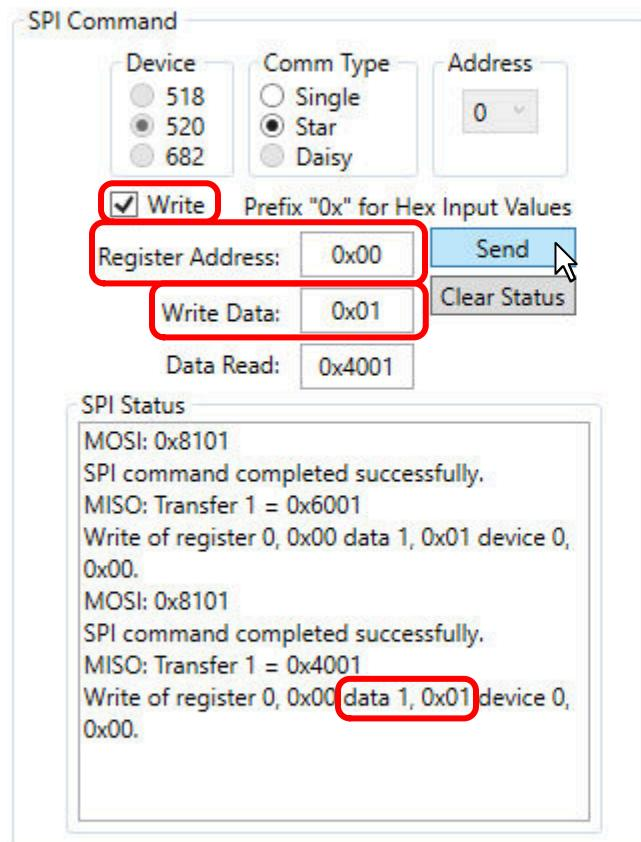

图 5-10. SPI 写入示例
- 在 **Write Data:** ( 写入数据： ) 旁的框中写入所需数据，如图 5-10 中所示。